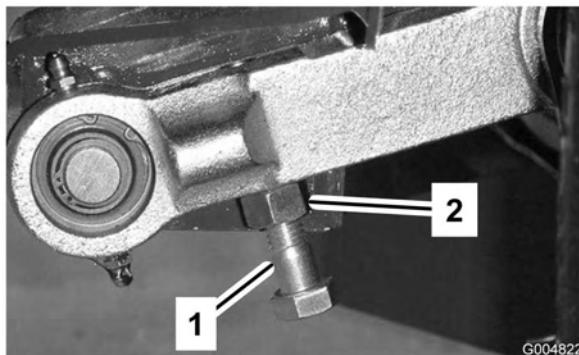

Bild 25
3. Sie können den Abstand mit der Einstellschraube am hinteren Gelenkverbindungsteil des Mähwerks einstellen (Bild 25). Lösen Sie die Klemmmutter an der Einstellschraube. Lösen oder ziehen Sie die Einstellschrauben an, bis ein Abstand von